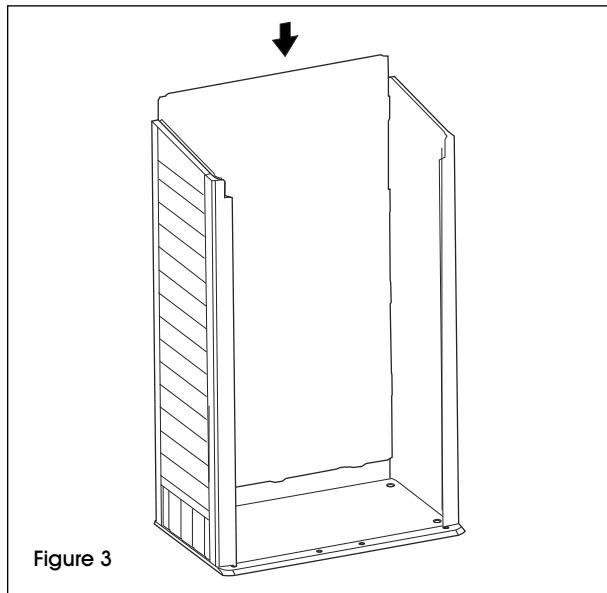

Figure 3
- Glissez le panneau arrière à travers les rainures des panneaux latéraux et insérez-le dans le panneau de plancher. (Voir Figure 3)